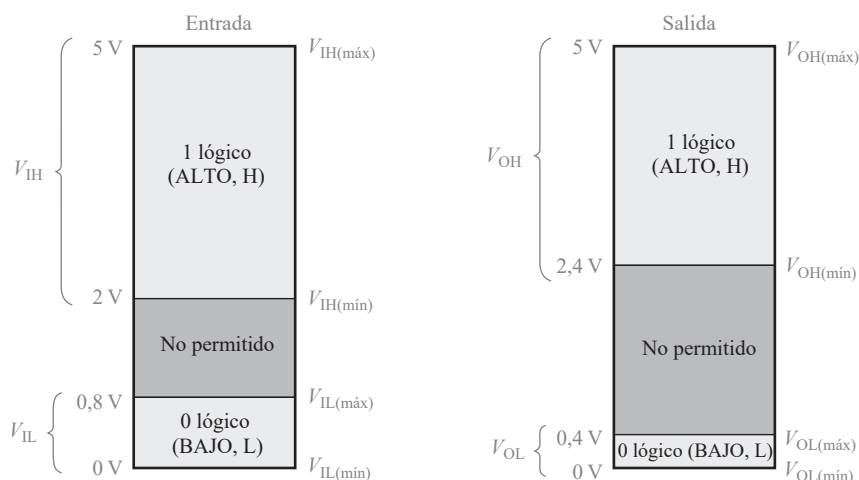

Figura 1: Nivel de voltaje aceptados entrada/salida TTL
En general, para la mayoría de los experimentos que realizaremos a lo largo del curso, se utilizarán voltajes de alimentación de $+5V$. Este voltaje es definido por el tipo de transistor utilizado en la construcción del circuito integrado (CI). Los CI que trabajan con este nivel de voltaje reciben el nombre de **TTL** (por sus sigla en inglés de **Transistor-Transistor Logic**). En la Figura 1 se muestra los niveles permitidos tanto de entrada como de salida para CI del tipo TTL.